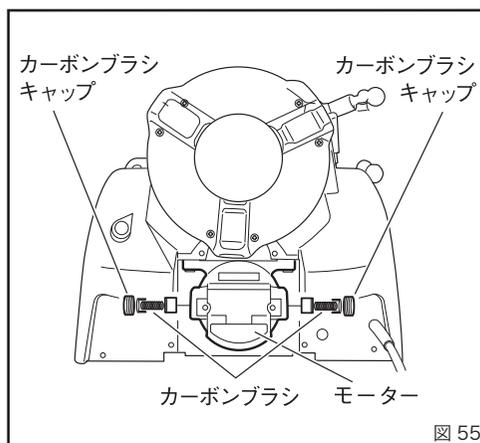

図 55
- ② マイナスドライバーでカーボンブラシキャップを外し、カーボンブラシを交換してください。(図 55)